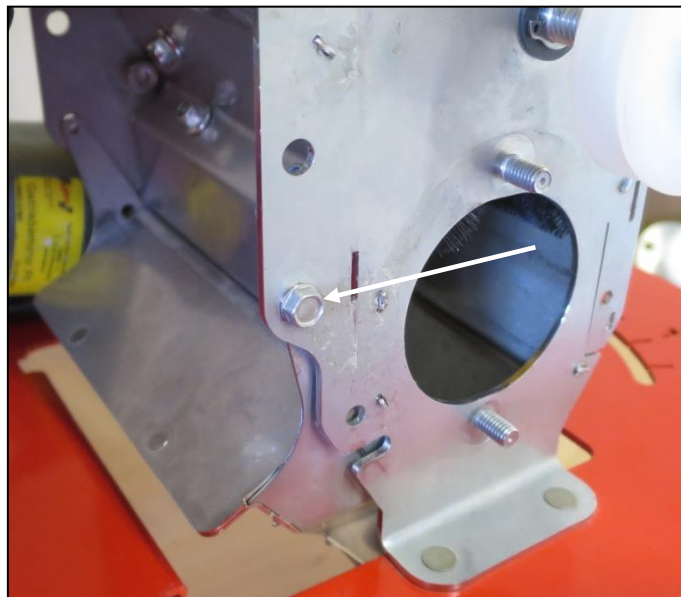

Abb.: 115
- Lösen Sie die beidseitig montierten Linsenschrauben, welche auf Abb.: 115 gekennzeichnet sind.